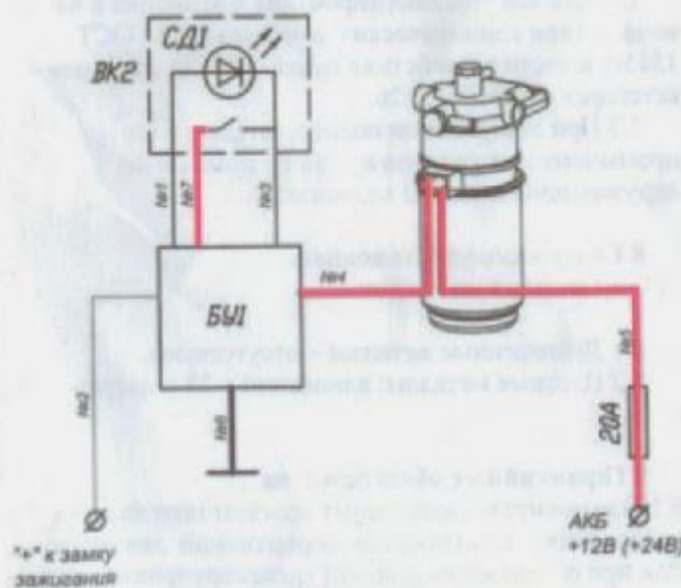

Рисунок 3
5.6 При подключении подогревателя к электрической бортовой сети **с автоматическим управлением отключением подогрева по таймеру (рисунок 3):**